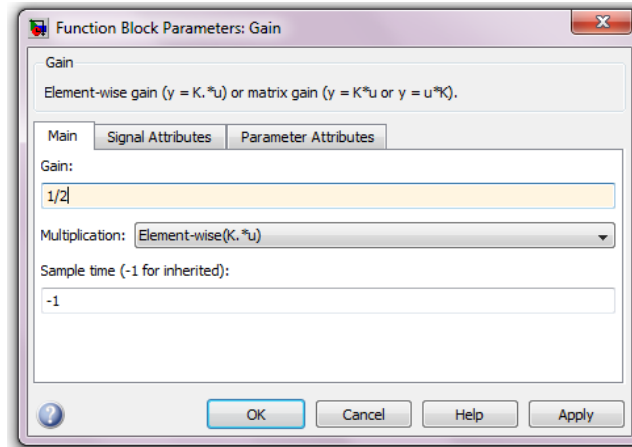

Fig.13. Fereastra de dialog a blocului Gain
Deoarece elementul considerat are constanta de timp $T=2$ s, este necesar ca blocul *Gain* aflat pe calea directă a modelului să primească valoarea $1/T$ pentru a putea implementa ecuația (2). Se face dublu click pe blocul *Gain* și se modifică valoarea amplificării, așa cum este prezentat în Fig.13.